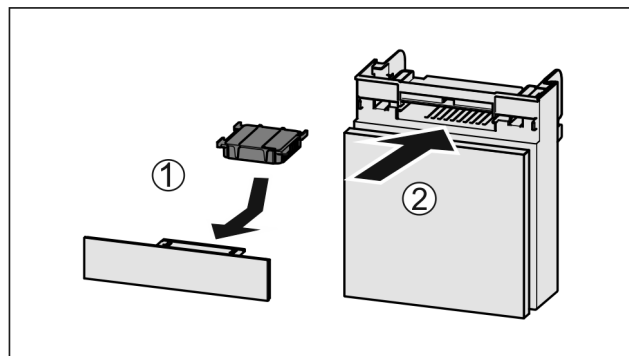

Fig. 169
- Insérer le filtre à charbon actif d'après le schéma Fig. 169 (1).
- Insérer le compartiment Fig. 169 (2).